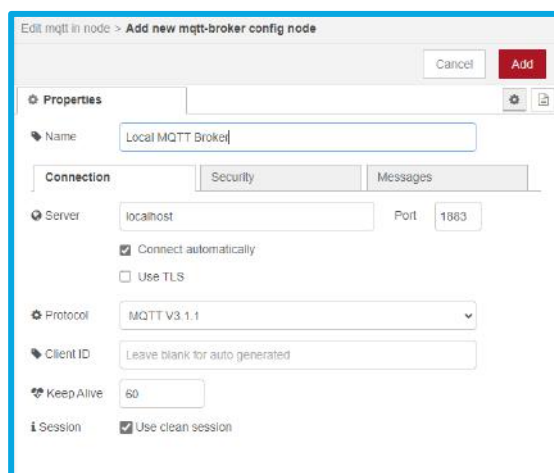

Figura 71 - Configurações Server MQTT
1. Adicionar ao Flow o nodo *mqtt in* e configurar o nodo com os valores e parâmetros das figuras e clicar em *Add*, Figura 71 e Figura 72: